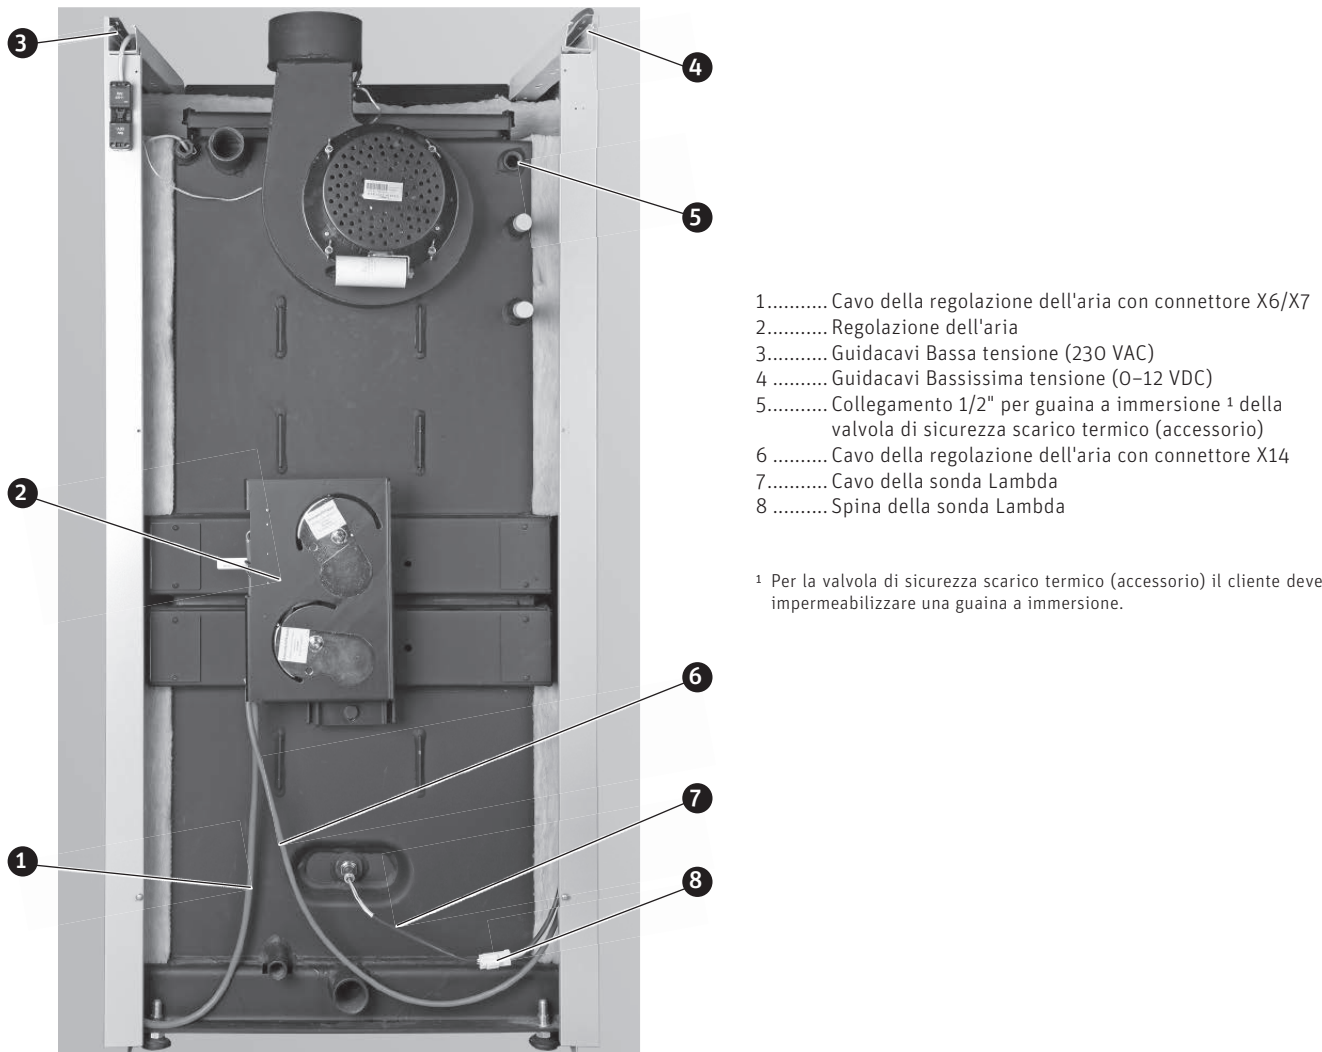
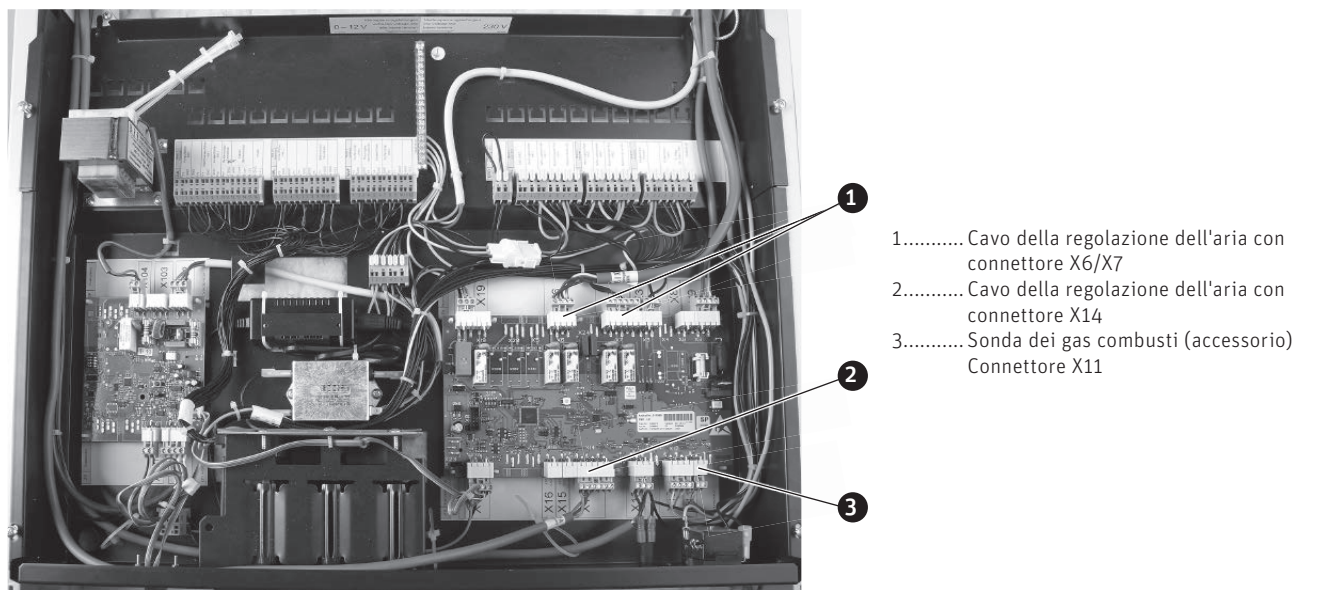

Fig. 74 Caldaia a gassificazione di legno senza pareti posteriori – vista da dietro
Fig. 75 Caldaia a gassificazione di legno, quadro di comando – vista dall'alto
- Passare i due cavi della regolazione aria della Fig. 74 nelle pareti laterali verso l'alto, attraverso il passaggio nei guidacavi, fino al quadro di comando e collegarli come in Fig. 75.
- Passare il cavo della sonda Lambda dal quadro di comando, attraverso il passaggio nel guidacavi, nella parete laterale verso il basso e collegarlo alla sonda Lambda – Fig. 74.